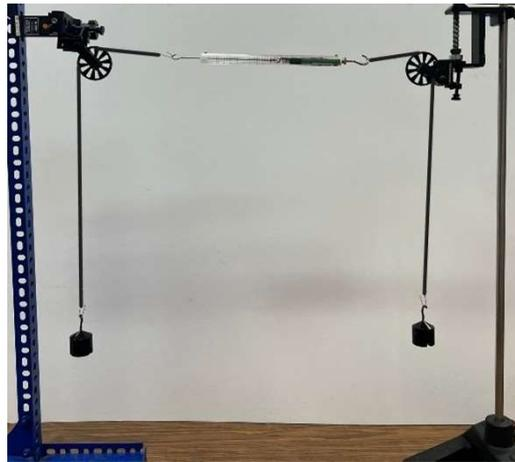

Figura 3 Dinamómetro colocado entre las poleas, con cuerdas y cilindros de 0.2 kg.
4.4 Por cada una de las poleas pase una cuerda con ganchos, cuidando que la cuerda esté colocada en el canal de la polea. Entre las porciones horizontales de las cuerdas coloque un dinamómetro de 10 N, y en los extremos de las porciones verticales coloque en cada cuerda un cilindro de 0.2 kg, tal como se muestra en la Figura 3.